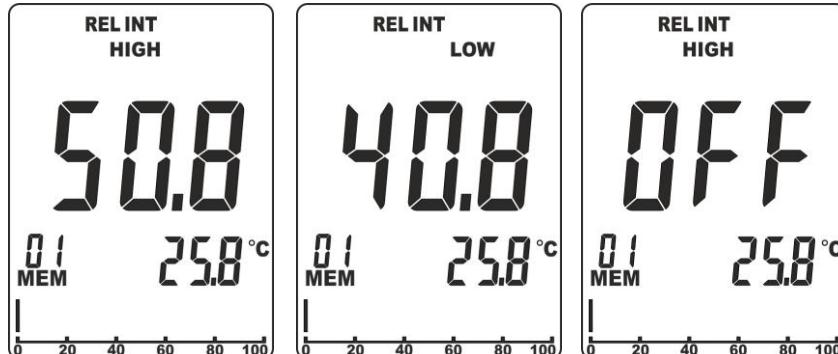

Abb. 6: Einstellung der Alarmschwellen für Messung MOI INT und MOI EXT
1. Drücken und halten Sie die Tasten **MOI** und **MODE/ZERO** gleichzeitig einige Sekunden lang. Das Symbol **“HIGH”** wird im Display auf der Oberseite angezeigt (siehe Abb. 6 – linke Seite).
2. Benutzen Sie die Pfeiltasten **◀** oder **▶** zur Einstellung des maximalen Grenzwerts im Bereich: **0.1% ÷ 99.9%**. Bei diesen Bedingungen gibt das Gerät einen **kontinuierlichen** Ton ab, wenn der gemessene Feuchtigkeitswert die Alarmgrenze überschreitet. Wählen Sie **“OFF”** zur Deaktivierung der Alarmgrenze (siehe Abb. 6 – rechte Seite).
3. Drücken Sie die Taste **MEM/ALM** zur Bestätigung und zum Wandern zur Einstellung des minimalen Grenzwerts. Das Symbol **“LOW”** wird im Display auf der Oberseite angezeigt (siehe Abb. 6 – Mitte).